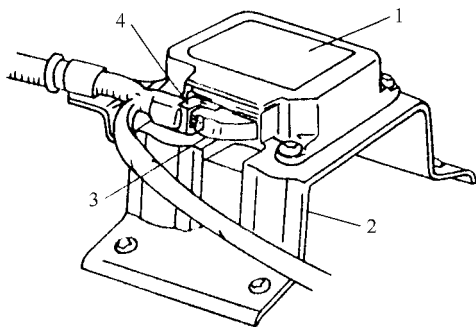

图 4-55 SDM 及其安装托架的检查
6)检查 SDM 及其安装托架如图 4-55 所示。
- ①检查 SDM 外部是否变形、划伤、破裂及表面涂料剥落等。
- ②检查 SDM 安装是否正确。
- ③检查 SDM 连接器及引出线是否烤焦、融化或损伤。
- ④检查 SDM 是否有故障码设置。